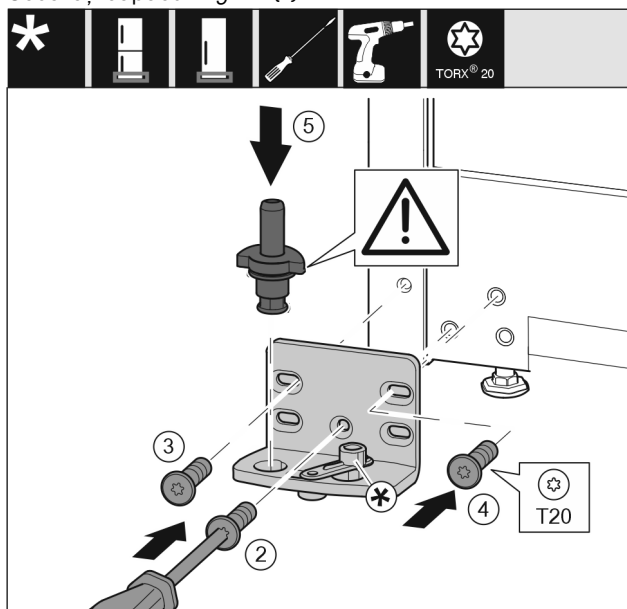

Fig. 43 *
- ▶ Aplicați suportul de lagăr pe partea opusă și înșurubați-l cu ajutorul unei șurubelnițe. Începeți cu șurubul Fig. 43 (2) de jos din centru.*
- ▶ Înșurubați ferm șurubul Fig. 43 (3) și șurubul Fig. 43 (4).*
- ▶ Introduceți complet bolțul de lagăr Fig. 43 (5). Aveți grijă aici ca respectiva camă de fixare să fie îndreptată către înăpoi.*